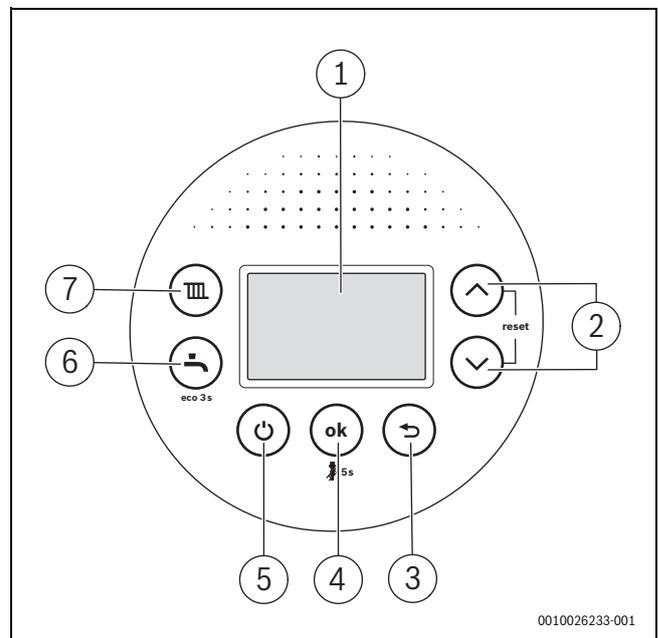

Bild 49 Anzeigen und Bedienelemente des Steuergeräts HMI 300
- Warmwasser-Einstellung über das Menü **WARMWASSER**; Aufruf des Menüs mit Taste „Warmwasser“ (→ Bild 49, [6])
- Heizungs-Einstellung über das Menü **HEIZUNG**; Aufruf des Menüs mit Taste „Heizung“ (→ Bild 49, [7])
- Manueller Betrieb z. B. für Abgastest; Taste „ok“ länger als 3 Sekunden drücken (→ Bild 49, [4])
- Statusanzeige und Störungsdiagnose in einem LC-Display (→ Bild 49, [1])
- Notbetrieb; Taste „ok“ länger als 8 Sekunden drücken (→ Bild 49, [4])